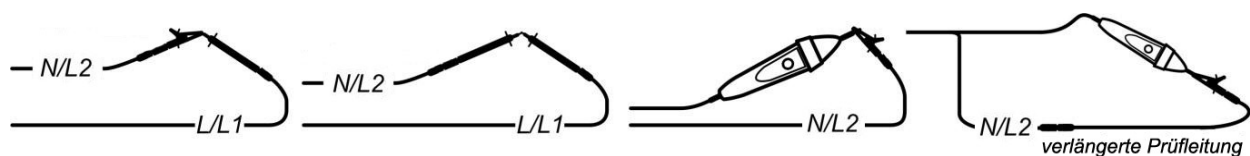

Abbildung 5.13: kurzgeschlossene Prüflleitungen
- ❑ Schließen Sie die Prüflleitungen an das Gerät und schließen Sie die Prüflleitungen kurz (siehe Abbildung 5.13).